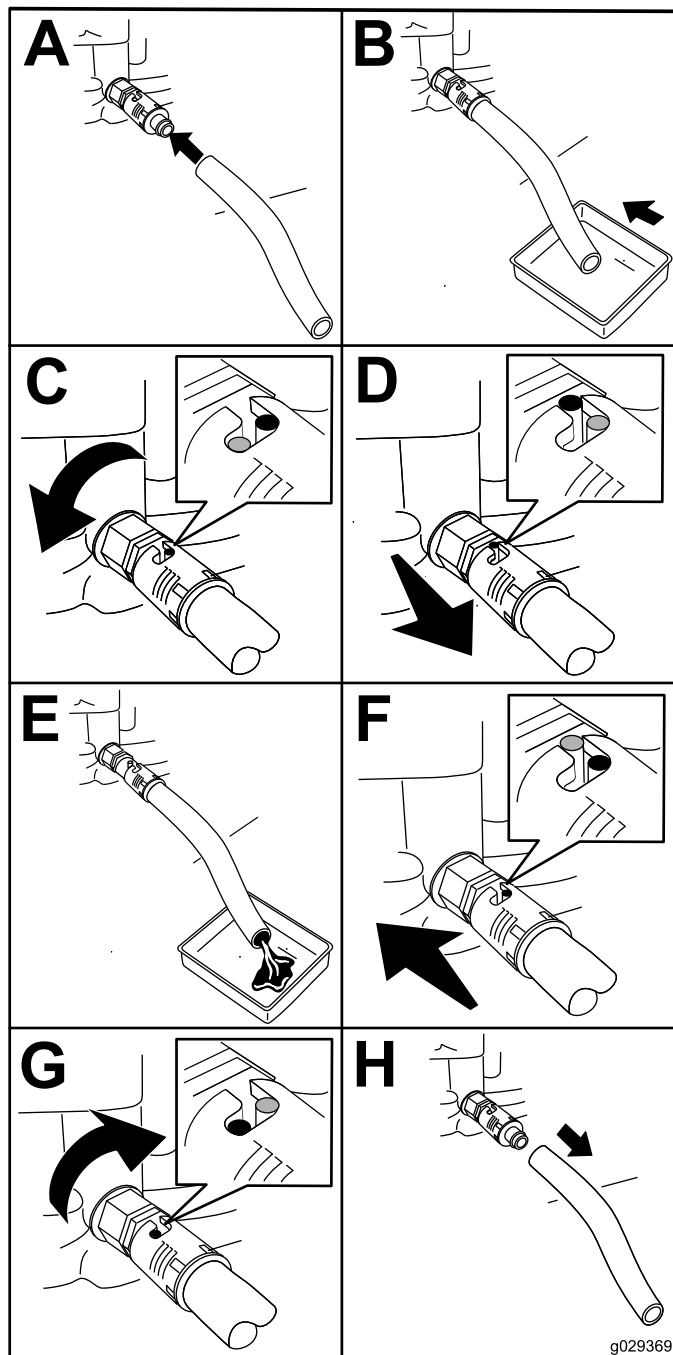

图29
1. 将排油软管安装到排放阀上图29。
2. 将油管的另一端图29放入容量为 1L 的放油盘。
3. 将机油排放阀逆时针转动 1/4 圈等机油完全排出图29。
4. 然后将机油排放阀顺时针转动 1/4 圈以关闭阀门图29。
5. 卸下排放软管图29并擦拭掉溢出的机油。